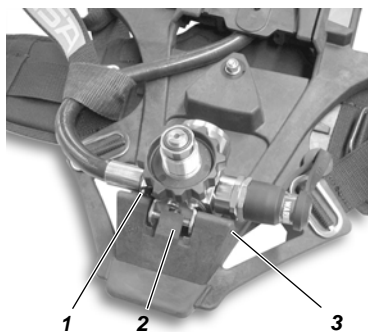
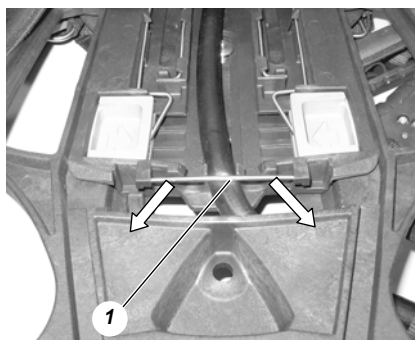

Fig. 9 Rimuovere il riduttore di pressione
Fig. 10 Rimuovere la linea
- (4) Far scivolare i cuscinetti dorsali nella posizione più bassa nelle guide laterali del telaio, inclinare i bottoni leggermente verso l'esterno ed estrarre i bottoni dalle guide.
- (5) Sbottonare i cuscinetti dorsali e la cintura dal telaio di supporto.
- (6) Premere verso il basso il perno di ritegno (vedi Fig. 10) del tubo multicanale e rimuoverlo.
- (7) Ripetere l'operazione sull'altro lato del telaio.
- (8) Rimuovere la linea multicanale dalla guida del telaio.
- (9) Estrarre il perno (3) dal supporto del riduttore di pressione (ved. Fig. 9).
- (10) Rimuovere il riduttore di pressione dalla piastra portante, **non** sollevare la molla d'arresto (2).